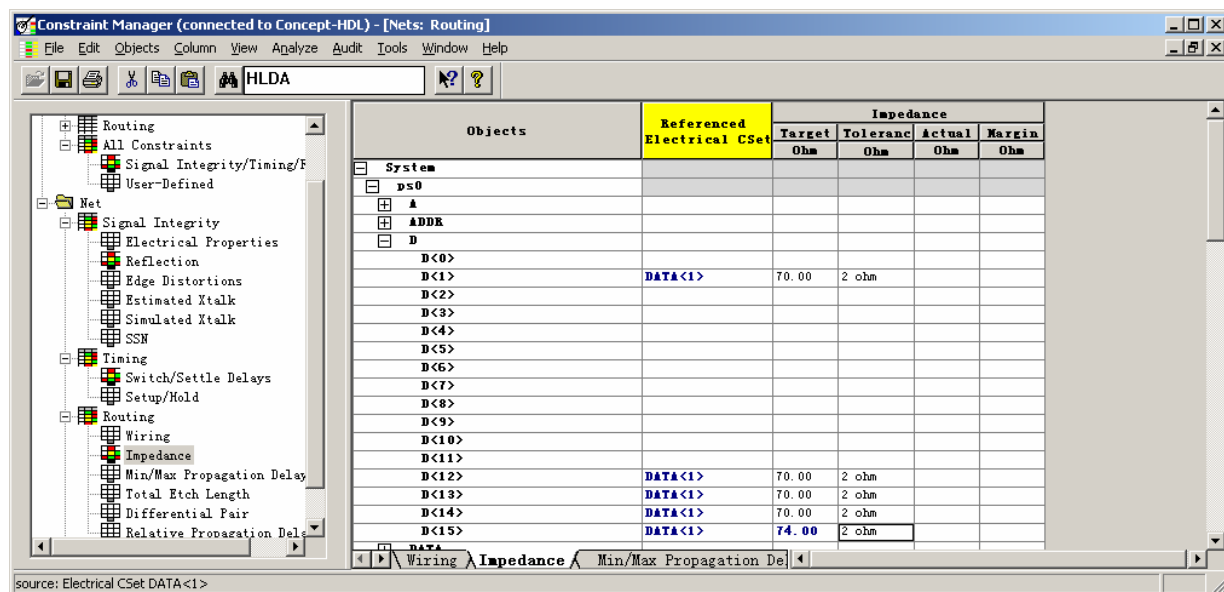

图 5-5 【Impedance】工作表
2. 更改 DATA<15>的【Target】阻抗值为“74”。请见图 5-5。